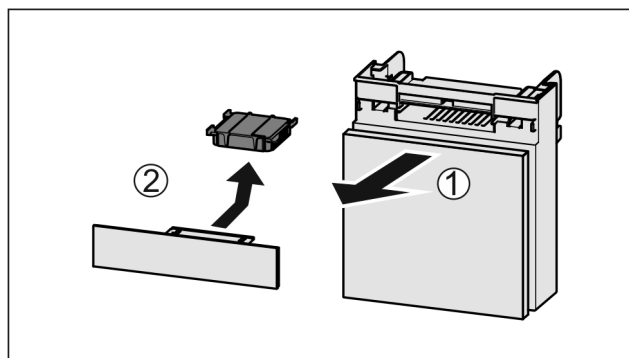

Fig. 142
- Lade vanaf de voorkant eruit trekken Fig. 142 (1).
- Actiefkoolfilter verwijderen Fig. 142 (2).